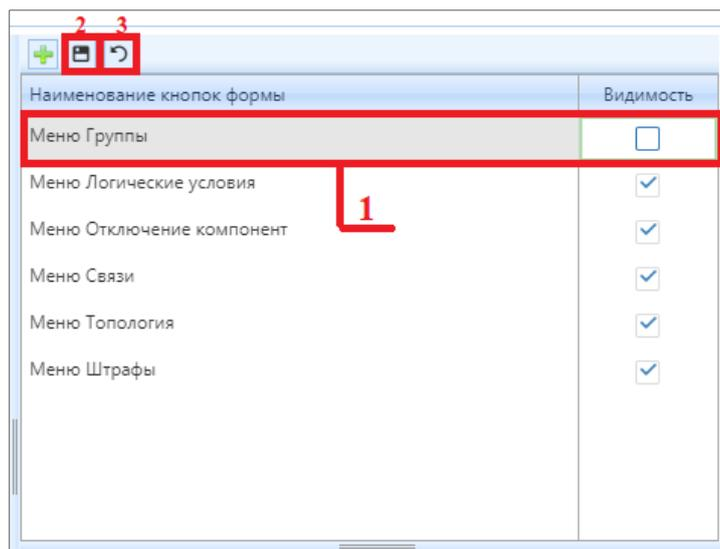

Рисунок 4.1.12 – Настройка видимости кнопки «Группы» в меню с опциями
Для настройки полномочий кнопок в форме выполните следующие действия (рис. 4.1.12):
1) выберите нажатием левой кнопки мыши строку в таблице (1), которая соответствует кнопке с опцией в форме Системы (строка подсветится серым цветом). Например: выбрана кнопка с наименованием «Группы». Приписка «Меню» означает, что кнопка находится в меню с опциями в форме;
2) в колонке таблицы «Видимость» (рис. 4.1.12) установите или снимите признак в чек-боксе в зависимости от настройки полномочия. Например: снят признак для меню «Группы» (рис. 4.1.12). Это означает, что группа пользователей не увидит в меню кнопку «Группы» (рис. 4.1.12) и не сможет использовать ее по назначению;
3) после настройки видимости кнопки нажмите на кнопку (2) «Сохранить» (рис. 4.1.12) для сохранения действия или на кнопку (3) «Отменить» (рис. 4.1.12) для отмены внесенных изменений.